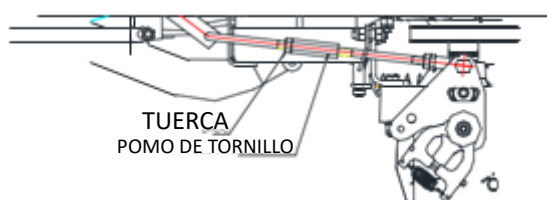

FIG.10
- e) Coloque la palanca de control de movimiento izquierda en la posición neutral. Afloje la contratuercas de la palanca. Gire el tensor en el centro de la palanca para ajustar correctamente la longitud del eje transaxial hidrostático izquierdo hasta que la rueda se detenga. Ajuste ligeramente la palanca en la posición neutral. La palanca de control de movimiento vuelve a la posición neutral debido a la fuerza de reacción del resorte. Las ruedas se detienen o se mueven ligeramente hacia atrás. A continuación, apriete la tuerca de seguridad. Véase ABB. 10.